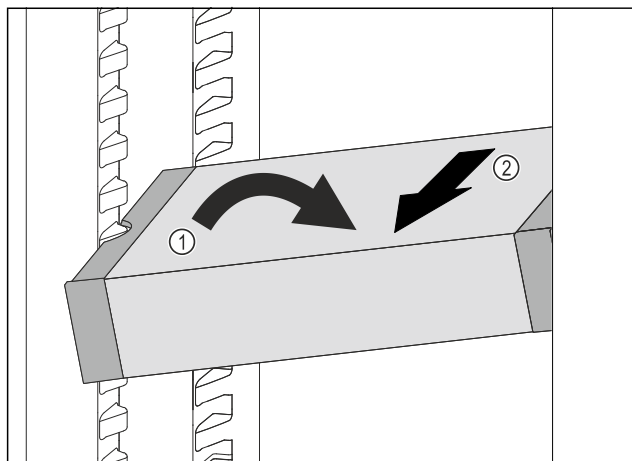

Fig. 249
- Predal VarioSafe postavite v hladilniku postrani. Fig. 249 (1)
- Predal VarioSafe izvlecite v smeri naprej. Fig. 249 (2)